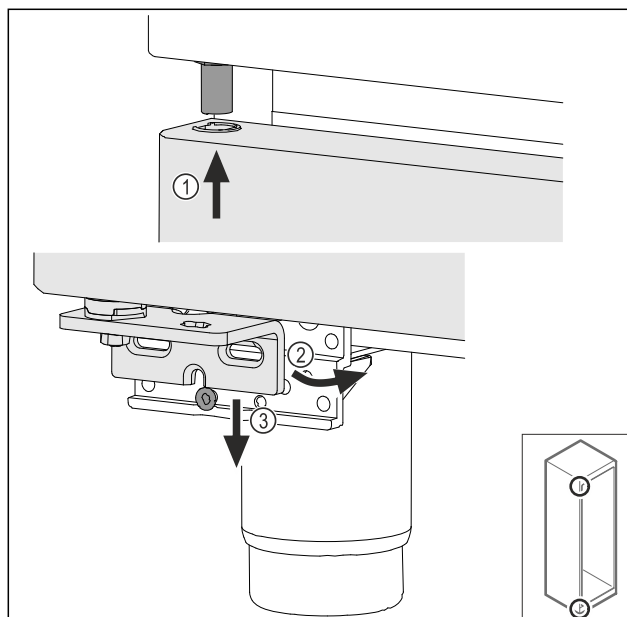

Fig. 70
- Indfør døren let på skrå foroven Fig. 70 (1), indjuster døren lige Fig. 70 (2), og påsæt den fornedten på lejebuksskruen Fig. 70 (3).